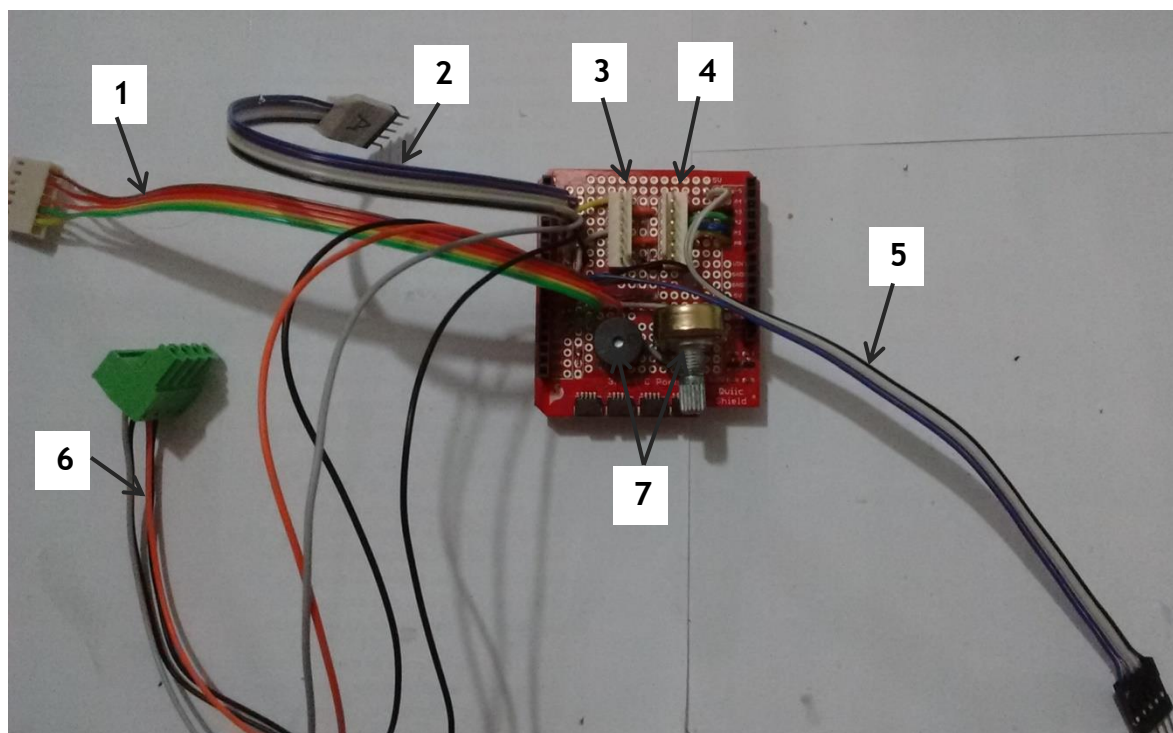

Figura 36 - *Screw shield* com conexões 6, 9, 10, 13 e 14.
7. Soldar flat cables e cabos avulsos à Shield conforme diagrama e Figura 36